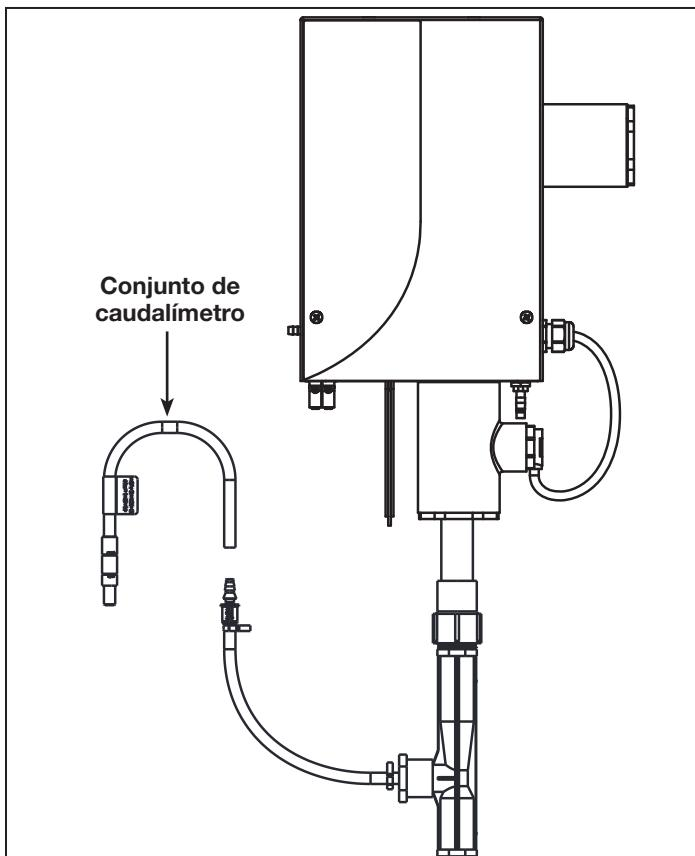

Figura 4. Diagrama de prueba de caudal
1. Retire temporalmente el tubo conectado a la entrada de la válvula de retención y conecte el conjunto del caudalímetro incluido. Consulte la Figura 4.